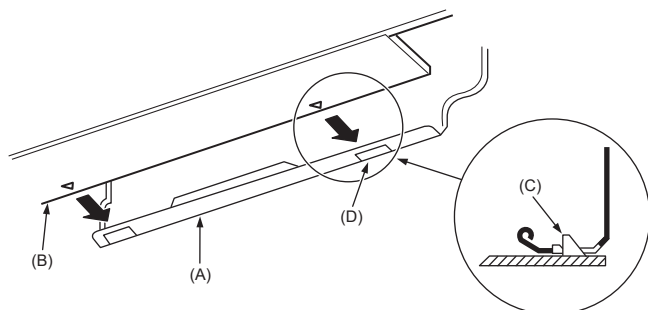

Fig. 3-15
3. Hæng den øverste del af indendørsenheden på monteringspladen (1) mens kølerørene og drænslangen føres ind i hullet i væggen (gennemgangsmuffen).
5. Fastgør den ved at trykke den nederste del af indendørsenheden fast på monteringspladen (1). (Fig. 3-15)
* Kontrollér, at grebene i bunden af indendørsenheden sidder sikkert fast i monteringspladen (1).